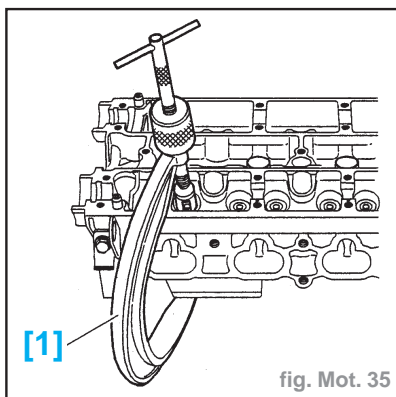
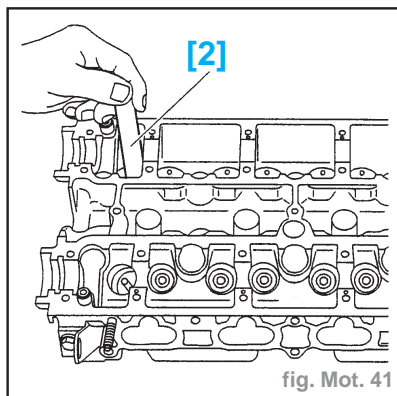

fig. Mot. 35
fig. Mot. 41
- Mettre en place l'outil [1] (FACOM U43) (fig. Mot. 35).
- Poser (fig. Mot. 41 et 36) :
- les joints de queue de soupapes (16) (neufs) à l'aide de l'outil [2] (réf. 0132W)
- les ressorts (10) et (13)
- les cuvettes (9) et (15)
- Comprimer le ressort à l'aide du compresseur [1] (fig. Mot. 35).
- Poser les demi-cônes (8) et (14).